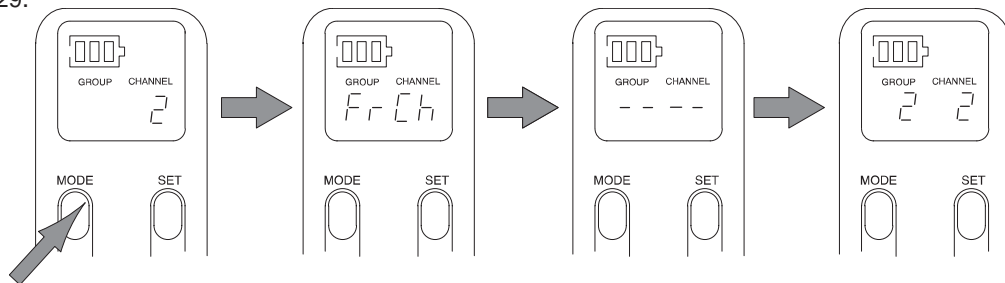

FIGURA 29
6. Oprima el botón MODE nuevamente para seleccionar el nuevo ajuste de canal. "FrCh" aparecerá brevemente en la pantalla, indicando que la frecuencia ha cambiado. Luego se visualizarán los nuevos ajustes de grupo y de canal. Consulte la Figura 29.